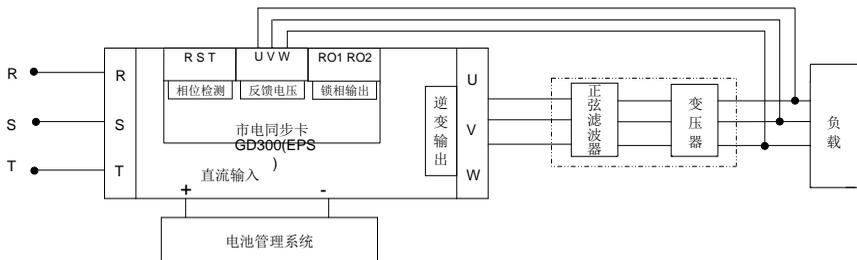

图 4.4 PID 电压闭环控制示意图
PID 调节应用，如图 4.4 反馈电压接入市电同步卡 U、V、W 端子。
- 按图 4.4 接好反馈电压线路（反馈电压由负载前端直接接入端子板 UVW 端子）。